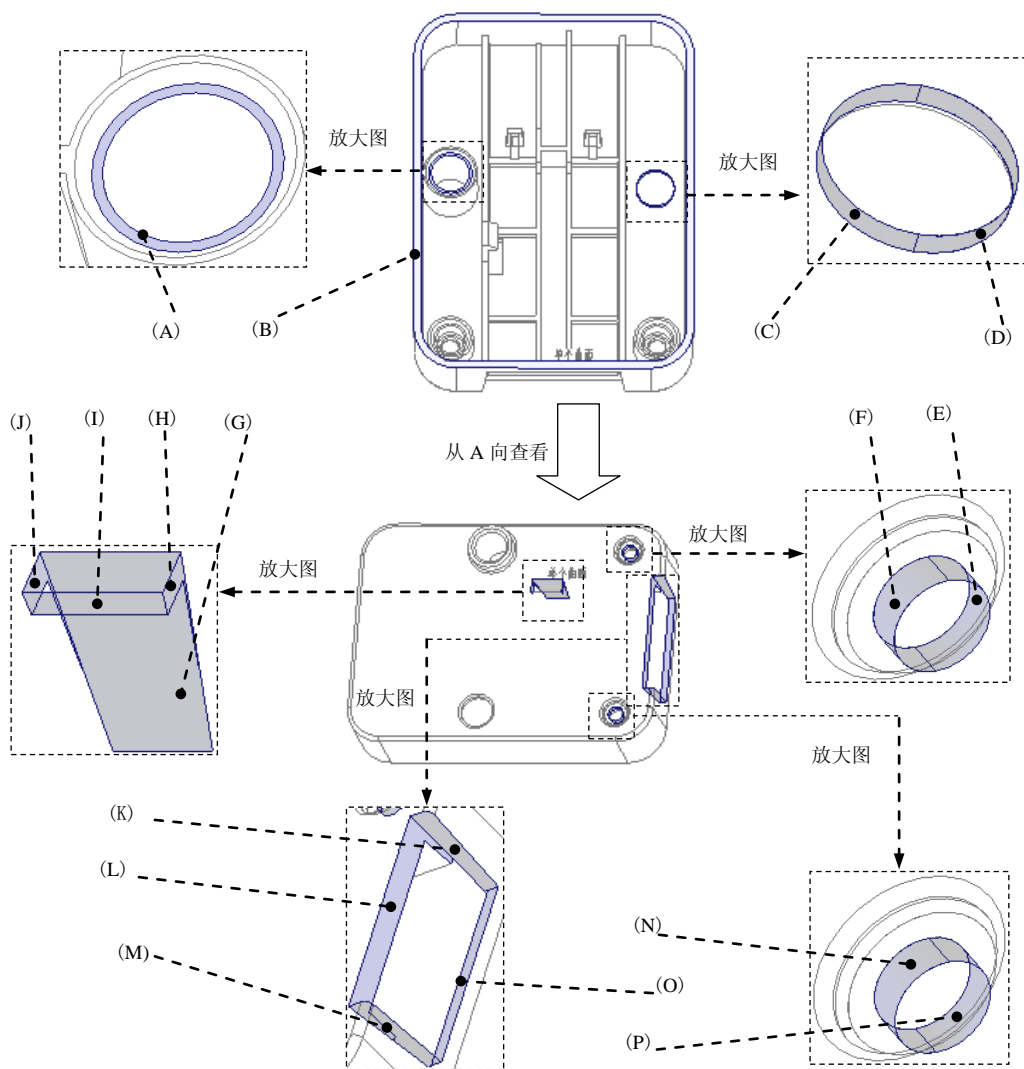

图 20.7 定义边界面（一）
(3) 然后选取“边界面”（boundary surface），操作方法如下。
① 选择 **视图** 功能选项卡 **模型显示** 区域中的“显示样式”按钮，按下 **消隐** 按钮，将模型的显示状态切换到实线线框显示方式。
② 按住 Shift 键，选取图 20.7 中的 housing 的 A~P 为边界面，此时图中所示的边界曲
注意：对一些曲面的选取，需要把模型放大后才方便选中所需要的曲面。选取曲面时需要有耐心，逐一选取图 20.7 所示的加亮曲面，在选取过程中要一直按住 Shift 键，直到选取结束。